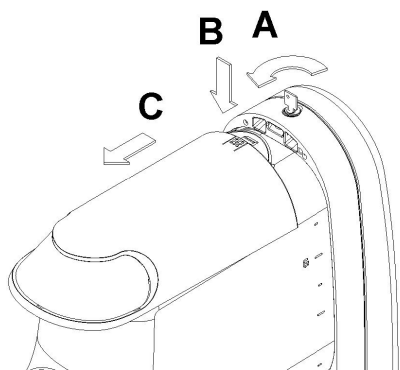

figure 6
Si le couvercle est équipé d'une serrure de sûreté pour sa fermeture, tourner la clé en sens antihoraire pour déverrouiller la touche d'ouverture (voir figure 6).
**1** Pour enlever le couvercle du bac, appuyer sur la touche supérieure et faire glisser le couvercle vers l'avant du bac. Si le couvercle est équipé d'une serrure de sûreté pour sa fermeture, tourner la clé en sens antihoraire pour déverrouiller la touche d'ouverture (voir figure 6)